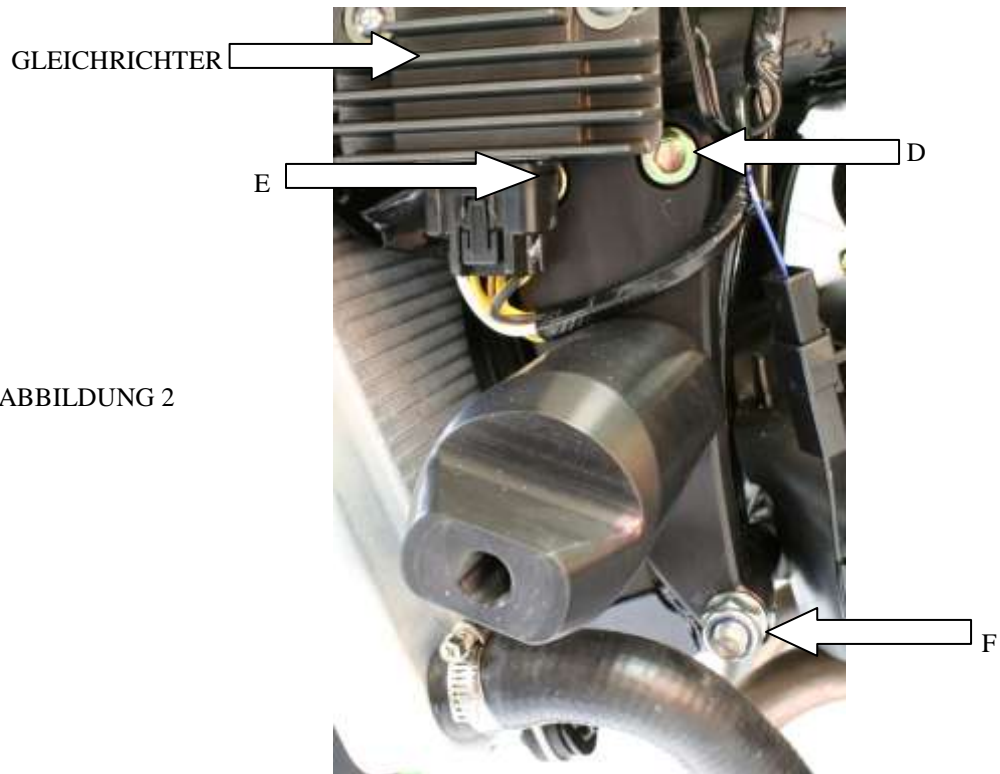

ABBILDUNG 2
- Lösen Sie den Gleichrichter (in Abbildung 2 abgebildet) – der muss aber nicht getrennt werden (dieser Schritt ermöglicht den Zugang zu den Schrauben D und E) – mit Kabel oder einer Schnur befestigen.
- Montieren Sie die kürzere runde Verlängerung im Ausschnitt der gebogenen Metallhalterung (ohne Ausschnitt auf der Rückseite). Benutzen Sie drei der kürzesten M10x30mm Innensechskantschrauben vom Kit. Die Verlängerung passt nur in eine Richtung rein– siehe Abbildung 2. Ziehen Sie diese Schrauben fest.